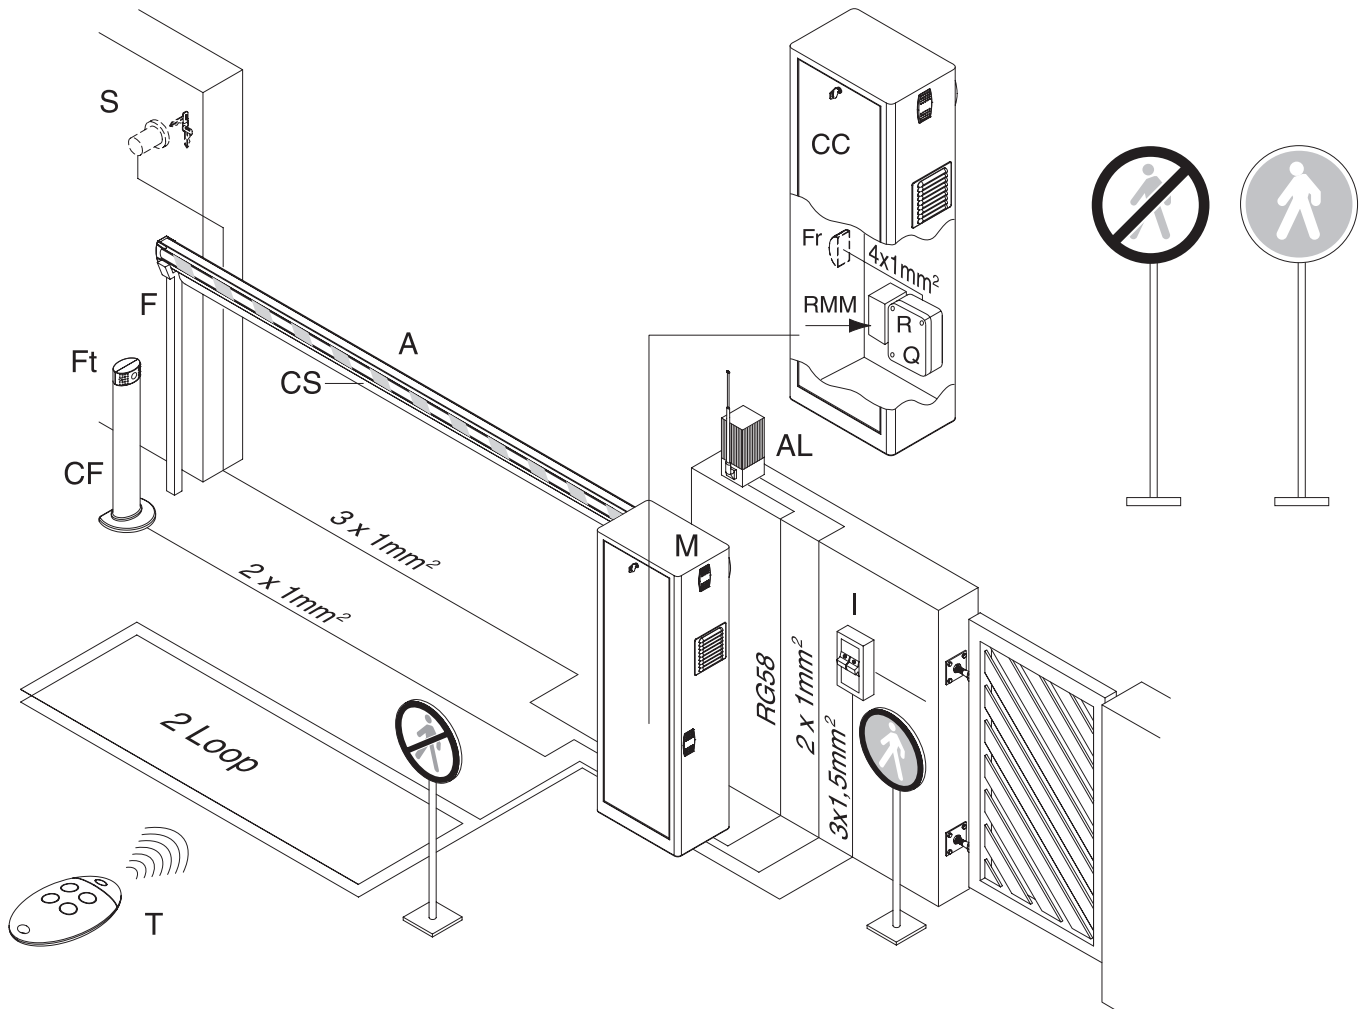

Fig. 11
- Вручную привести в бар, чтобы ее полностью закрытом положении отдыхает на вилке (рис. 11 ссылка F.). Убедитесь, что панель совершенно горизонтального помощью уровня (рис. 11 арт. L).
- Установить микровыключатель закрытия (рис.12 ссылка SWC.), Так что бар устанавливается на несколько миллиметров до попадания вилки (рис. 11 ссылка F.).